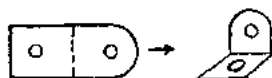

图 3
2. 把厚铁皮用剪铁皮剪刀剪成两段, 同时弯成两个直角形, 在铁皮竖直段和水平段上各钻一个小孔(图 3)。